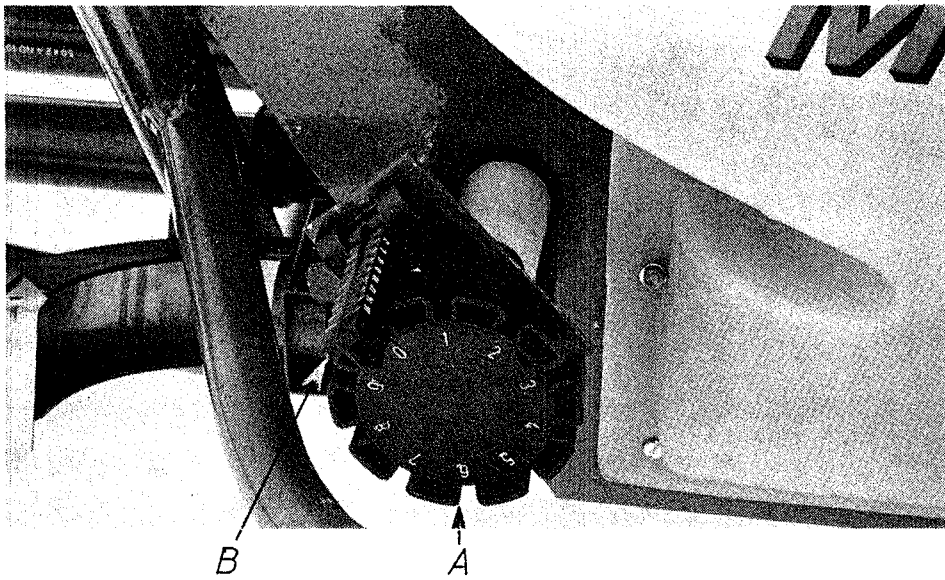

Fig 4
Från såtabellen utläses det inställningsvärde som motsvarar den valda körhastigheten och den önskade givans storlek. Dethär inställningsvärdet ställes in med rattarna (A bild 4) bak på maskinen. Det är att observera att skalan på rattarnas lås-klaff B ger inställningsvärdets heltal medan siffrorna på rattlocket ger inställningsvärdet i decimaler.
- Innan spridningen påbörjas kontrollera att reglerrattens lås-klaff är i låst läge (B bild 4). Kontrollera också att fjärrreglagekabeln är inställd så att klokopplingen drar när fjärrreglagets spak är i sitt bakersta läge och att spaken är i mellanläge när vänstra matningsmekanismen är fri och högra sidan drar.